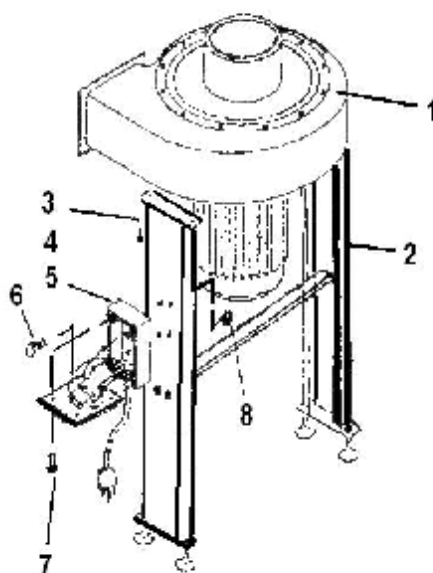

Fig. 2
2. Fixez le boîtier de la turbine (1) aux deux pieds de support (2) à l'aide de 4 boulons hexagonaux M8x16 (4) et de 4 rondelles (3). Retirez les 4 vis sur le boîtier de l'interrupteur, montez sur la surface latérale des pieds de support à l'aide des 4 vis à capuchon M5X16 (6) et de l'écrou hexagonal M5 (8), puis fixez l'interrupteur. Voir la figure 2.